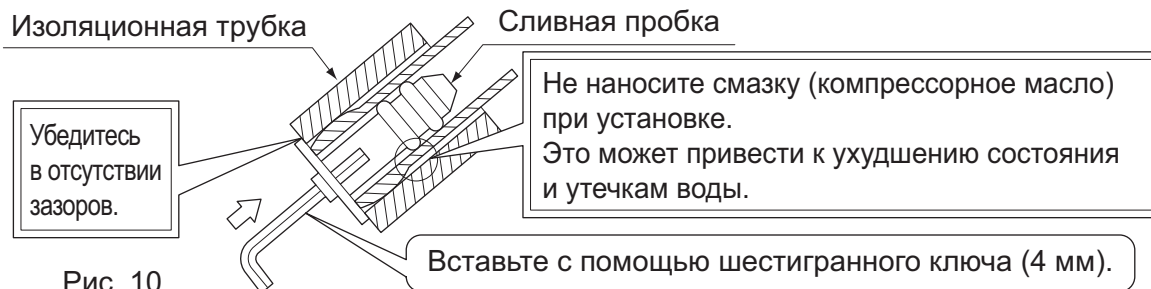

Рис. 10
- Снимите сливную пробку, изоляционную трубку и сливной шланг со сливного поддона и переместите их. (См. рис. 10)
- Заблаговременно придайте форму местному трубопроводу хладагента так, чтобы он соответствовал отметкам жидкостного трубопровода и газового трубопровода, выгравированным на установочной панели (1).